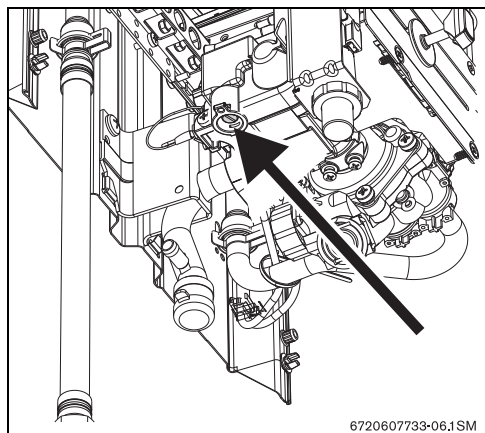

Рис. 12 Винт регулировки макс. расхода газа
- ▶ Снять пломбу с регулировочного винта (рис. 12).
- ▶ При помощи регулировочного винта (рис. 12) отрегулировать давление перед форсункой по таблице 7.